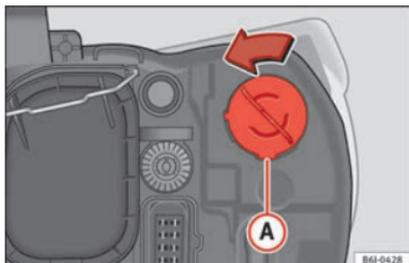

Fig. 186 Feus clignotants.
- Tournez le support d'ampoules » fig. 186 ① vers la gauche puis tirez.